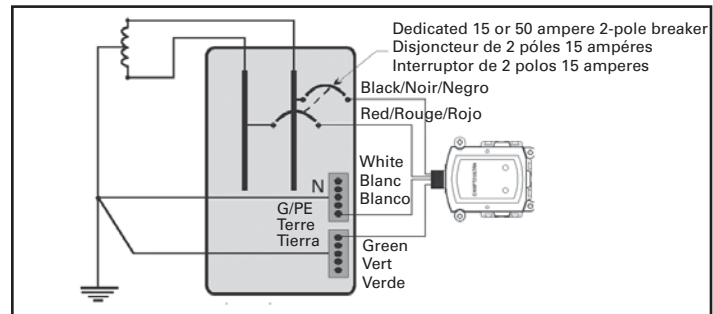

Figure 6. Wiring the CHSPT2SURGE/ULTRA/Câblage du CHSPT2SURGE/ULTRA/Conexión del CHSPT2SURGE/ULTRA
16. Check that all connections are correct (refer to wiring diagram **Figure 6**).
- 16. Vérifiez tous les branchements (consultez le diagramme électrique de la **Figure 6**).